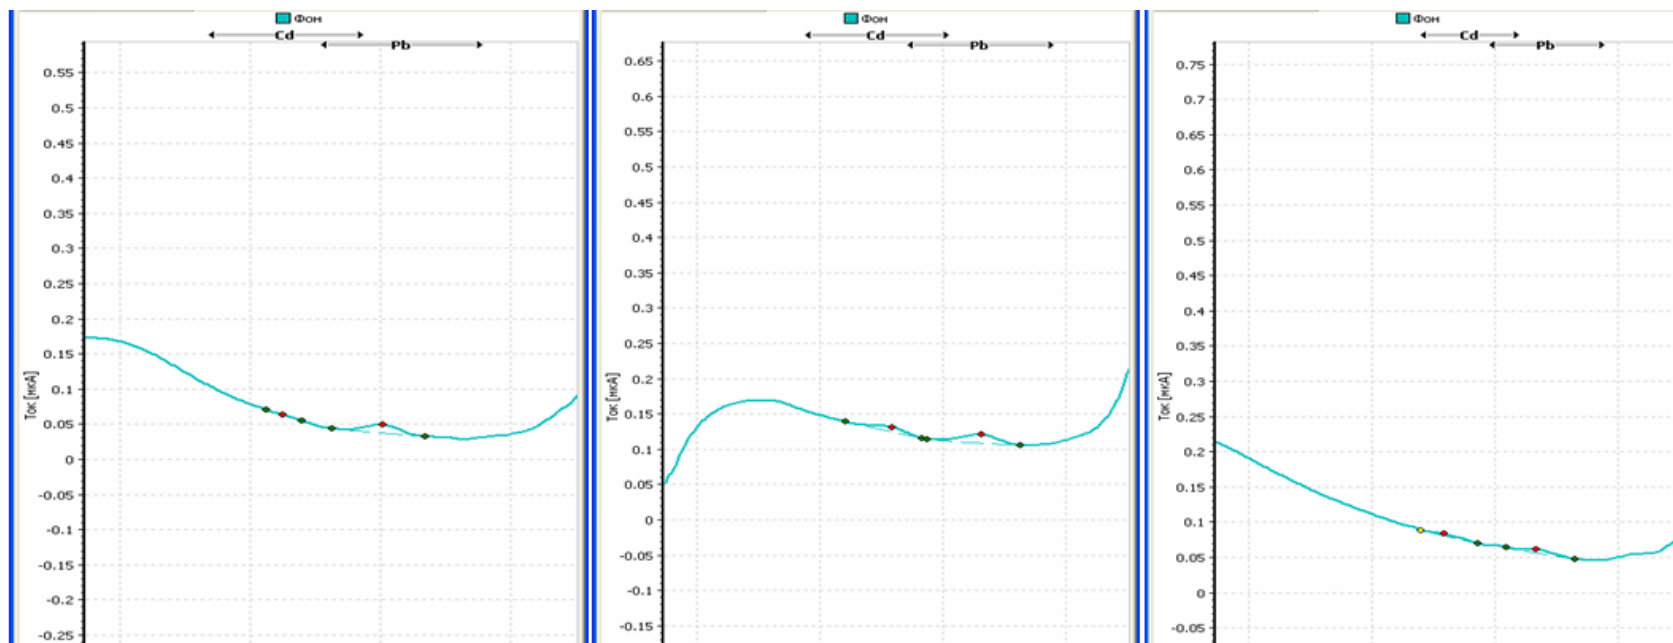

Рис.27 – Возможный вид вольтамперограмм фона
5.9.3 Возможный вид вольтамперограмм фона и их линия остаточного тока представлены на рис.27.